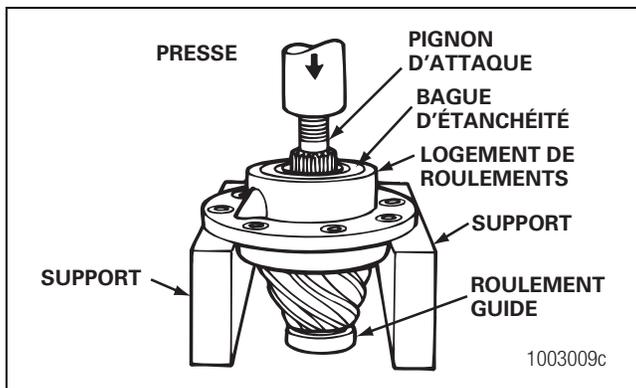

Figure 3.26
1. Placer le pignon d'attaque et le logement de roulements dans une presse. L'arbre de pignon doit se trouver sur le dessus de l'ensemble. Figure 3.26.
2. Placer le flasque du logement de roulements en appui sur des blocs de métal ou de bois. Figure 3.26.
3. Chasser le pignon d'attaque à travers le logement de roulements. Le cône de roulement intérieur et la cale de réglage de roulement demeureront en place sur l'arbre de pignon. Figure 3.26.